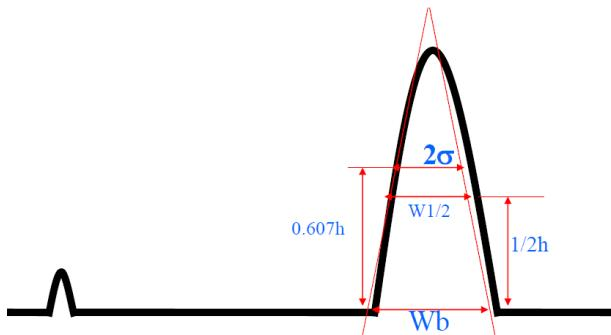

图 1.1: 色谱峰示意图
3. 峰宽：峰底宽  $W_b$ 、峰半宽  $W_{1/2}$ 、标准偏差  $\sigma$  的关系是（如图1.1）